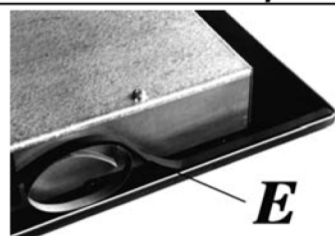

рис. 11
-Переверните варочную поверхность и правильно расположите прокладку «Е» (рис. 11) под краями варочной поверхности так, чтобы наружная сторона прокладки точно совпала с наружным краем варочной поверхности. Края полосок должны совпадать, не выступая друг над другом.